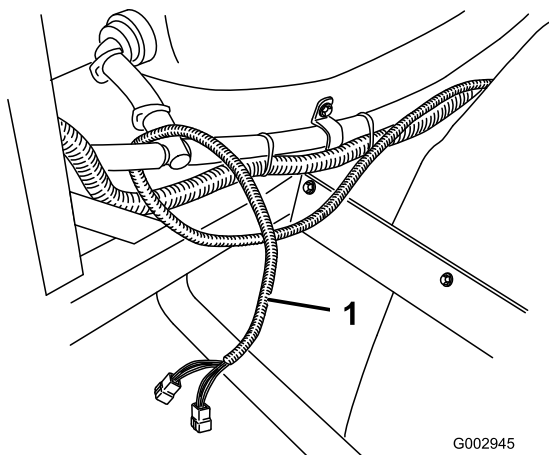

Figure 27
9. Après avoir passé le boîtier de siège, faites passer le faisceau le long du flexible d'agitation avant jusqu'au côté arrière droit de la machine et le montant droit du bâti de la rampe (Figure 27).